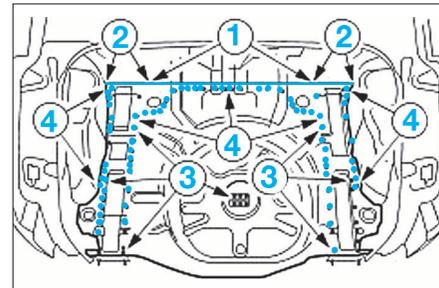

FIG. 112
- Souder en cordon discontinu (1) (Fig.112).
- Souder en cordon continu (2).
- Souder par résistance par points (3).
- Souder par bouchonnage (4).